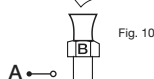

Fig. 10
2. Acople el extremo abocinado del tubo de cobre (A) con el extremo abocinado de racor (D). Asegure la unión ajustando la tuerca en copa (B) Fig. 10.